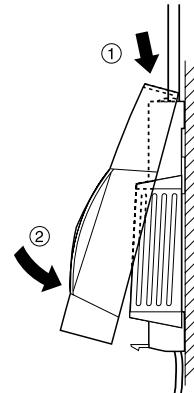

Figura 4:
- Ponga la tapa en la parte superior de la caja y apriete en la parte inferior (véase Figura 4).
- ▶ Ponga la tapa en la parte superior de la caja y apriete en la parte inferior (véase Figura 4).